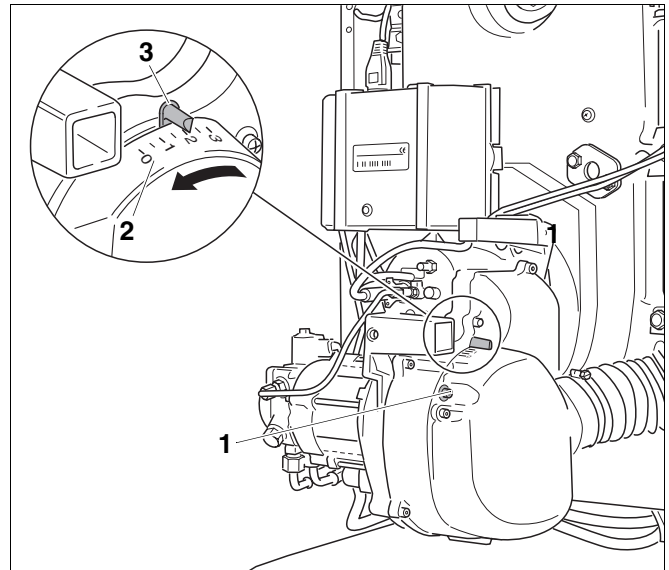

Abb. 24 Ansaugluftführung einstellen
- Feststellung der Ansaugluftführung (ALF) lösen (Abb. 24, **Pos. 1**).
Achten Sie darauf, dass ein höherer Gebläsedruck durch Verschieben des Reglers zu kleineren Zahlenwerten auf der Anzeigeskala führt. Dies entspricht der Pfeilrichtung in Abb. 24.